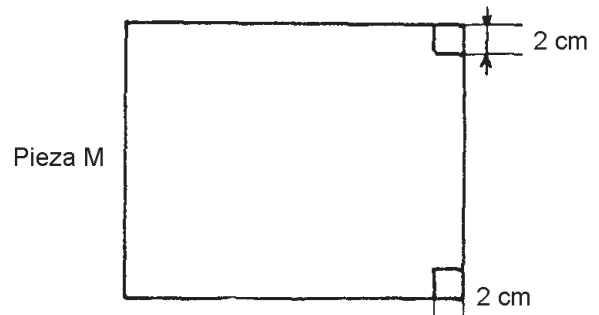

Figura 5
- Realiza cortes en las esquinas de la pieza "M". En caso de que no tengas una madera de ese tamaño, puedes unir varias tablas (figura 5).